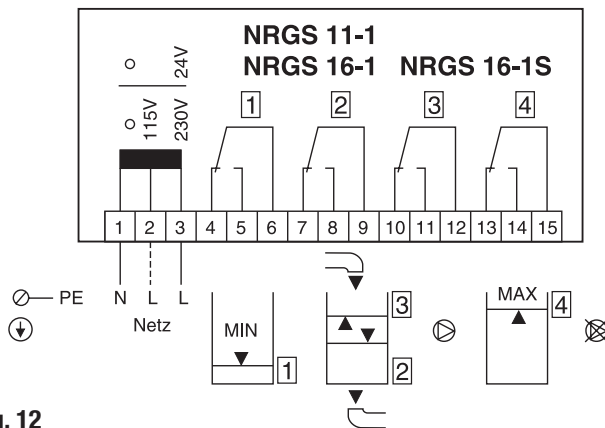

Fig. 12
1. Prüfen Sie, ob das System gemäß Anschlussplan verdrahtet ist. **Fig. 12**